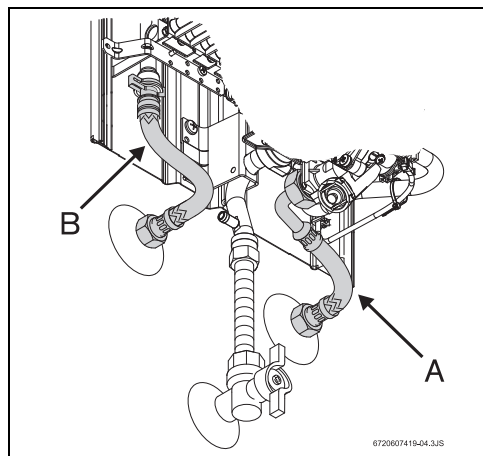

Bild 11 Wasseranschluss
- ▶ Einbaulage der Kaltwasserleitung (Bild 11, [A]) und Warmwasserleitung (Bild 11, [B]) beachten, um eine Verwechslung beim Anschließen zu vermeiden.